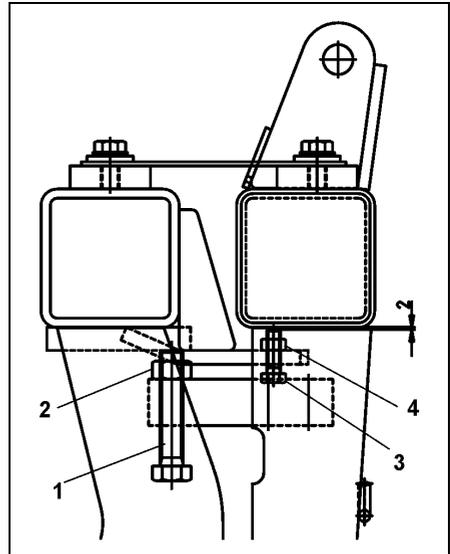

Fig. 42
Die Messschraube (Fig. 42/1) befindet sich zentral unter dem Rahmen des Streuers in der Wiegezelle.
- Kontermutter (Fig. 42/2) lösen
- Messschraube (Fig. 42/1) nachstellen
- Kontermutter (Fig. 42/2) festziehen
Die Begrenzungsschrauben (Fig. 42/3) sind mit 2 mm Spiel laut Abbildung einzustellen.
- Kontermutter (Fig. 42/4) lösen
- Begrenzungsschrauben (Fig. 42/3) einstellen
- Kontermutter (Fig. 42/4) festziehen